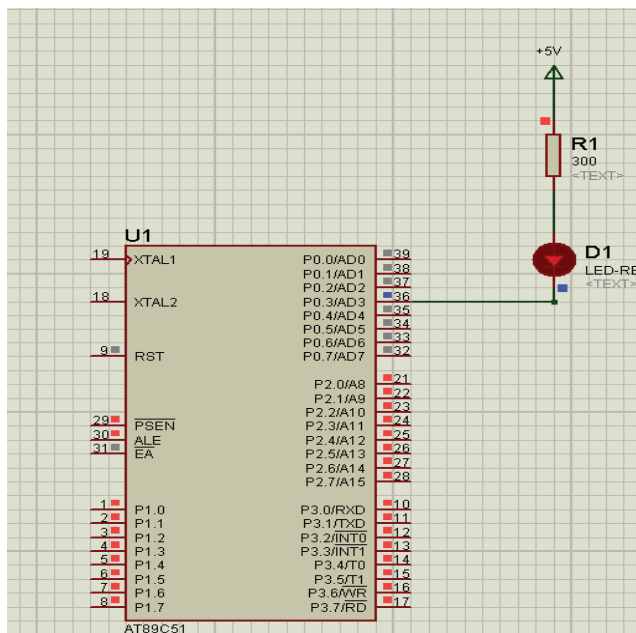

图 6.9 硬件电路仿真效果图
(2) 利用 Proteus 8 Professional 建立硬件仿真电路，运行得到仿真结果，如图 6.9 所示。